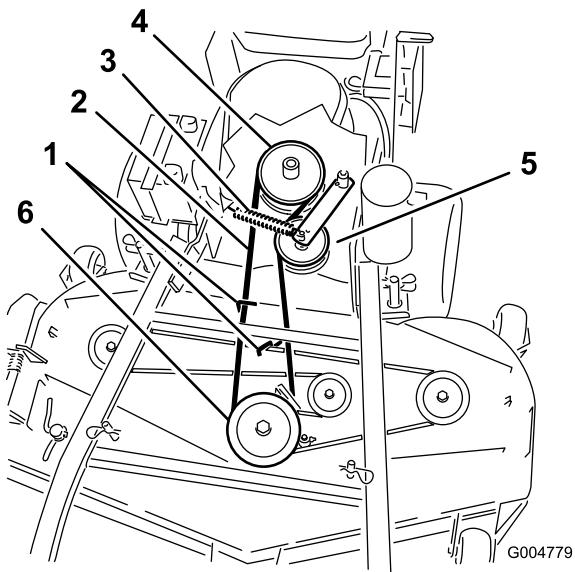
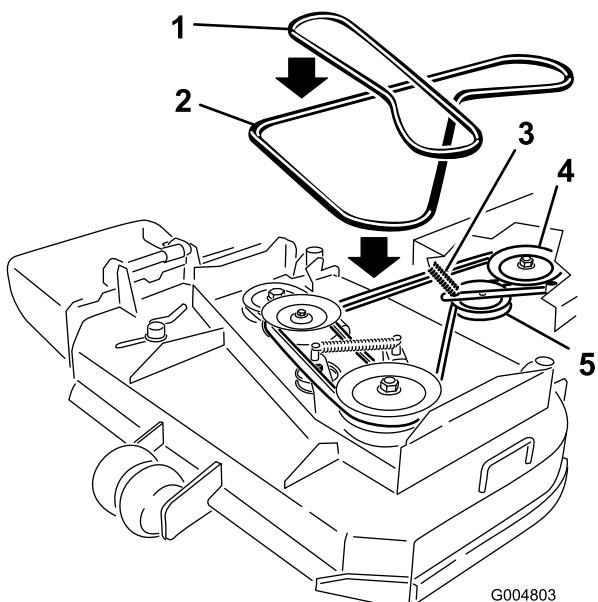

Figura 51
Figura 52
- Retire la correa de la polea central de la plataforma del cortacésped (Figura 51). Consulte Figura 52 para quitar la correa de la polea izquierda en una plataforma de cortacésped de 36 pulgadas. Extreme las precauciones al retirar la correa ya que la tensión aumentará debido a que la polea tensora está tensada con muelle.
- Retire la correa de la polea del motor y la polea tensora tensada con muelle (Figura 51). Consulte Figura 52 para retirar la correa de las poleas de una plataforma de cortacésped de 36 pulgadas.
- Instale la nueva correa en la polea del motor y la polea tensora tensada con muelle (Figura 51).
- Coloque la correa en la polea central de la plataforma del cortacésped (Figura 51). Extreme las precauciones al instalar la correa ya que la tensión aumentará debido a que la polea tensora está tensada con muelle. Consulte Figura 52 para colocar la correa en la polea izquierda en una plataforma de cortacésped de 36 pulgadas.
- Ajuste la guía 3 mm (1/8 pulg.) desde la correa en las plataformas de cortacésped de 40, 48 y 52 pulgadas (Figura 51).